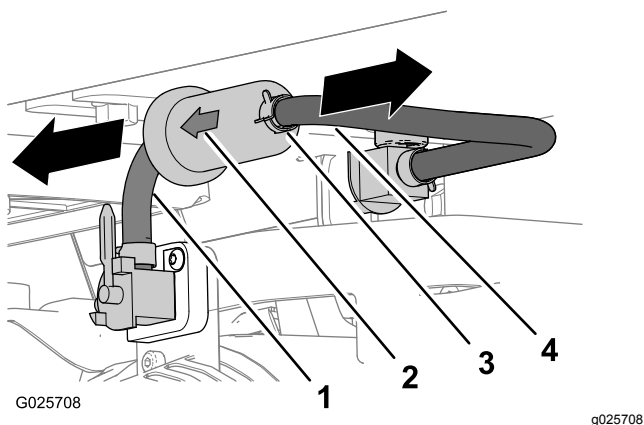

Figure 25
6. Déposez les colliers et le flexible du raccord cannelé sur le filtre à carburant (Figure 25).
- Alignez la flèche située sur le boîtier du filtre à carburant neuf afin de correspondre au sens d'écoulement du carburant vers le moteur (Figure 25).
- Insérez le raccord cannelé du filtre à carburant dans le flexible partant de l'interrupteur du moteur (Figure 25).
- Insérez le raccord cannelé à l'autre bout du filtre à carburant dans le flexible branché au robinet d'arrivée de carburant (Figure 25).